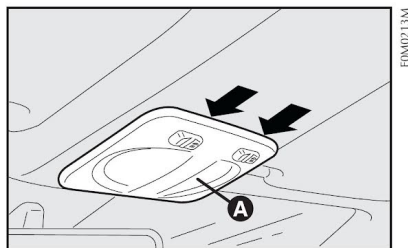
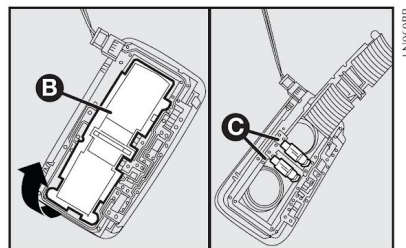

fig. 30
fig. 31
- Agir nos pontos indicados pelas setas e remover a plafoniera **A-fig. 30**;
- Substituir as lâmpadas **C-fig. 31** desvinculando-as dos contatos laterais e certificando-se de que as novas lâmpadas estejam corretamente bloqueadas entre os contatos;
- Fechar o portinhola **B-fig. 31** e fixar a plafoniera **A-fig. 30** no próprio alojamento, certificando-se do bloqueio.